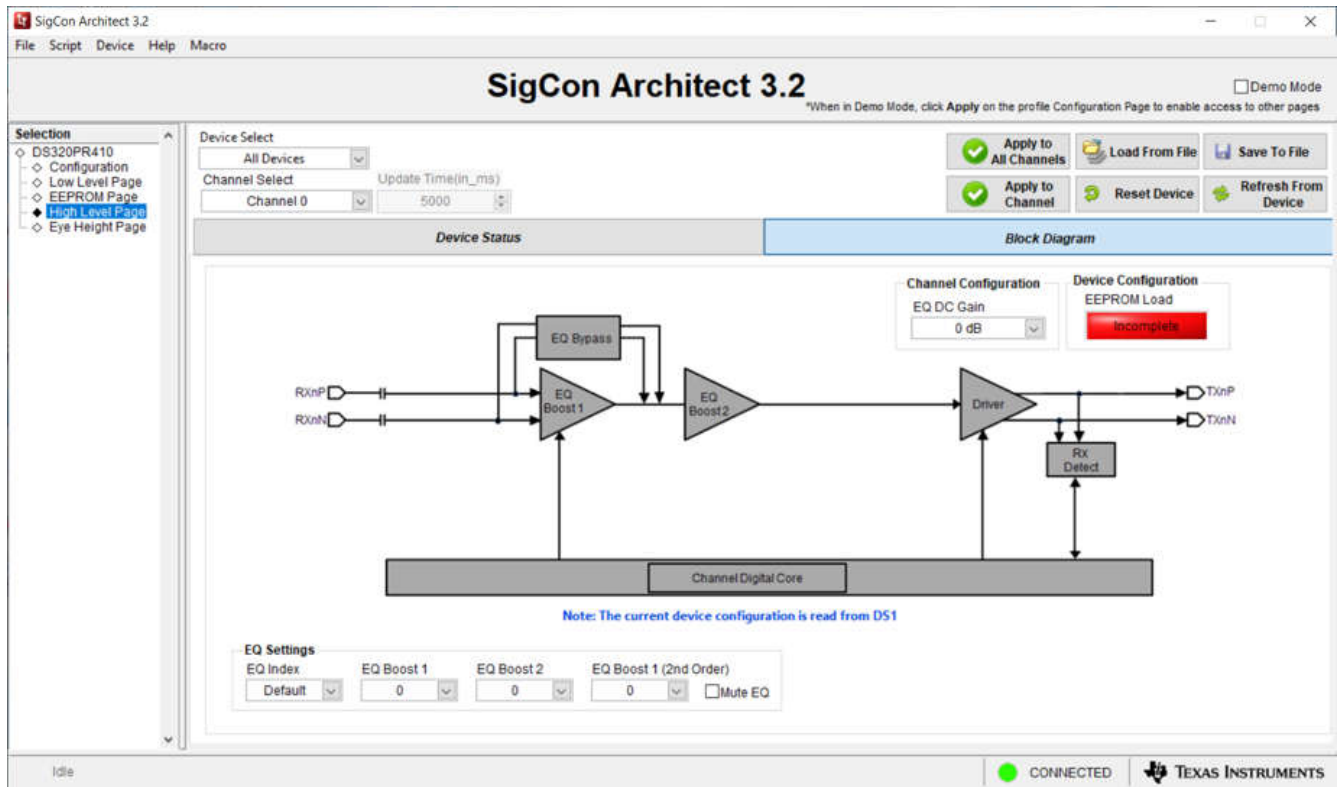

图 2-1. SigCon Architect DS320PR410 的 “High-Level Page”
13. 在 DS320PR410 的“High Level Page”中，选择 Block Diagram，如图 2-1 所示。